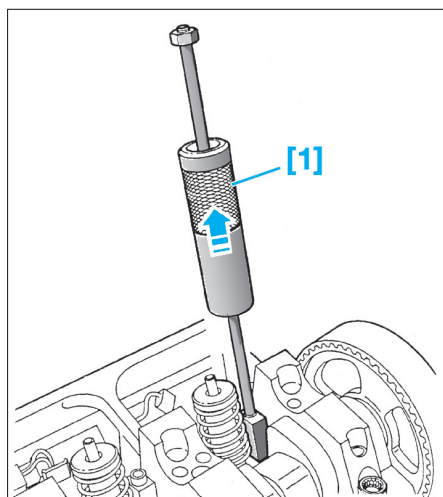

Fig. 23
- [1]. Extracteur à inertie réf : T10 055 (Fig.23).
- À l'aide de l'outil [1] et en prise dans la fente latérale de l'injecteur-pompe, extraire ce dernier en procédant par de petits à-coups (Fig.23).